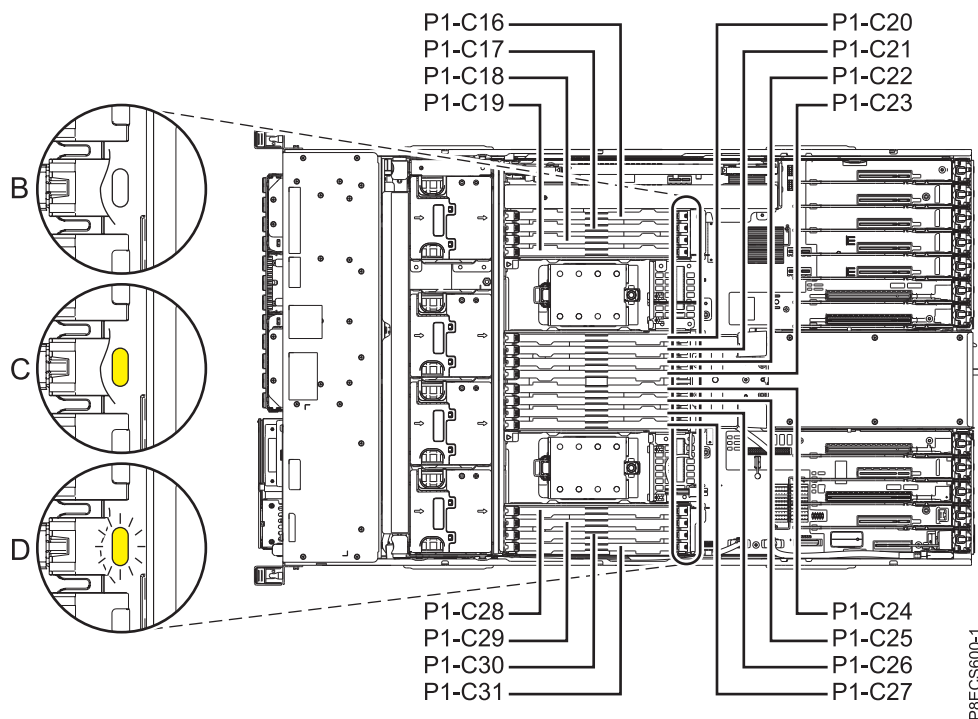

Figura 4. Ubicacions dels mòduls de memòria i dels indicadors de servei del sistema 8247-42L, 8286-41A o 8286-42A
1. Si esteu extraient el mòdul de memòria com a part d'un altre procediment de servei, aneu al pas 3 a la pàgina 8. A la Les ranures del mòdul de memòria estan a la placa posterior del sistema. Les ranures del mòdul de memòria estaran visibles després d'extreure la coberta de servei i el deflector d'aire tal com s'indica en aquest procediment. Les etiquetes del sistema mostren els codis d'ubicació dels mòduls de memòria. Figura 4 a la pàgina 8 es mostren les ubicacions i els indicadors de servei del mòdul de memòria al sistema 8247-42L, 8286-41A o 8286-42A.